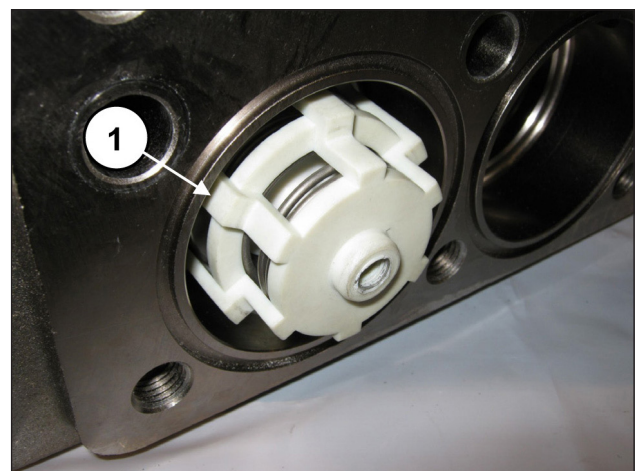

Abb. 152
Die komplette Ventilgruppe muss bündig eingesetzt sein und so erscheinen wie in Pos. ①, Abb. 152.